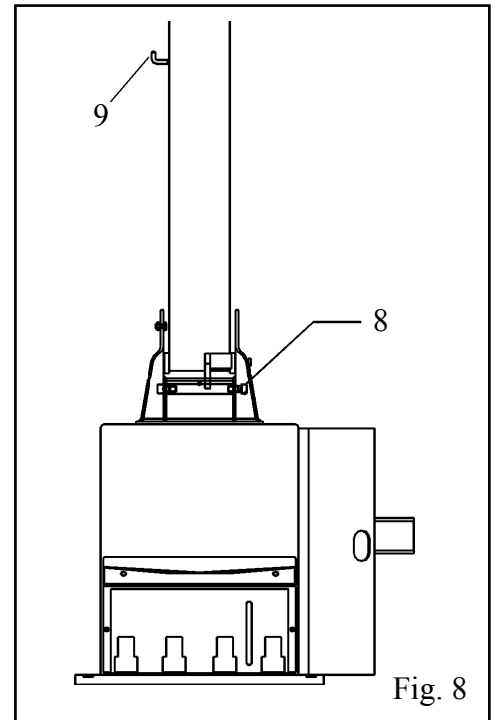

Fig. 8
Serrare la viti (8) indicata in Fig. 8
Serrer la vis (8) indiquée en fig. 8
*Die Mutter (7) **anschauben aber nicht anziehen**, um die korrekte reibungslose Arbeitsweise Zylinders zu ermöglichen.*
Die Schraube (8) anziehen (Abb. 8)
Der Haken (9) der Reifenfüllpistole auf senkrechtem Arm anschrauben. (Abb. 8)